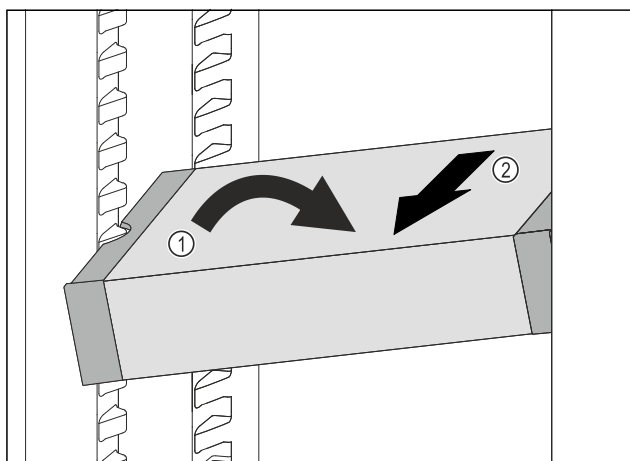

Fig. 114
- Stil VarioSafe på skrå ind i kølesektionen. Fig. 114 (1)
- Tag VarioSafe ud fremefter. Fig. 114 (2)